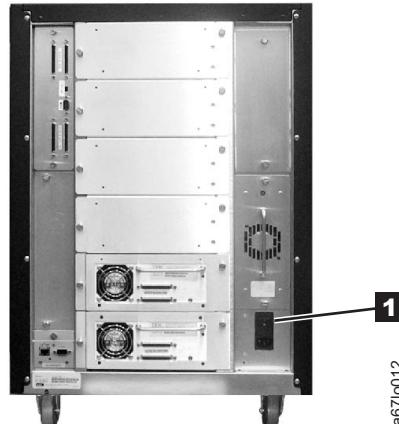

Abbildung 37. Hauptnetzschatler.
1. Achten Sie darauf, dass die Einheit ausgeschaltet ist. Der Netzschatler (siehe **1** in Abb. 37) muss auf 0 stehen.